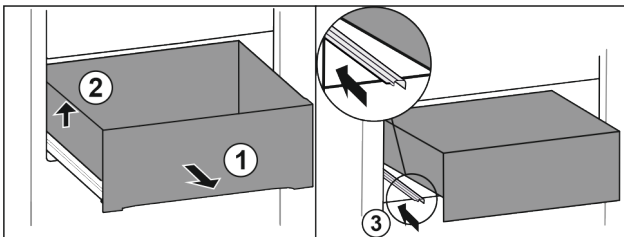

Fig. 113
- ▶ Изтеглете чекмеджето докрай. Fig. 113 (1)
- ▶ Повдигнете чекмеджето отляво. Fig. 113 (2)
- ▶ Вкарайте лявата релса. Fig. 113 (3)